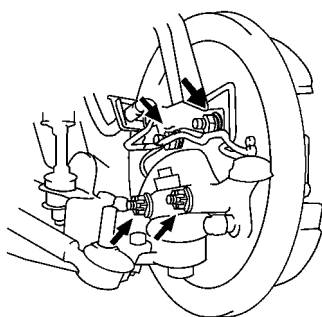

图 14-58 拆下转向节臂和制动器底板
(5) 拆下转向节臂和制动器底板（鼓式制动器）。拆下两个开口销、两个螺母和转向节臂，再拆下两个螺母和带制动蹄的制动器底板，如图 14-58 所示。